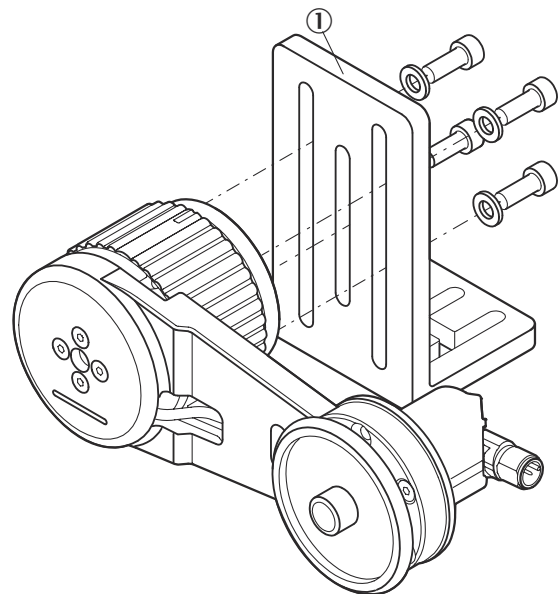

Abbildung 10: Montage des MWS120 mit einem Befestigungswinkel
- ▶ Die Adapterplatte wird in die Applikation mit 4 x M6 Schrauben (**Abbildung 10**) montiert. Die Schraubenlänge darf dabei die Dicke der Adapterplatte nicht überschreiten (Adapterplattendicke 7 mm).
- ▶ Nun kann die Adapterplatte inklusive des MWS120 wie in **Abbildung 10** in die Applikation montiert werden.